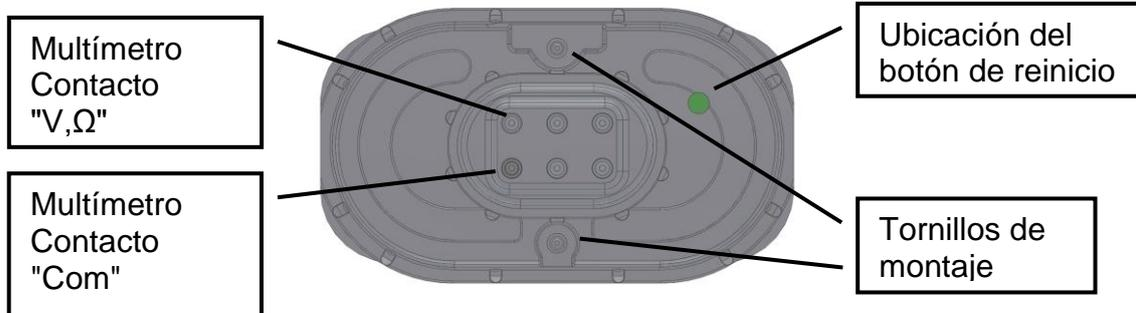

Figura 5-2: Vista inferior del paquete de pilas. Conexión correcta del multímetro.
- Pulsar el botón que hay en el paquete, véase Figura 5-2 (el botón se encuentra detrás de un orificio del paquete y se puede acceder a él con la punta de un
Medir la tensión del paquete de pilas conectando un multímetro a los terminales como se muestra en Figura 5-2. El voltaje nominal es +7,2 V. Los voltajes inferiores a +7,0 y superiores a +7,8 V no están permitidos. Comprobar la correcta dirección de las celdas de pilas, consultar Figura 5-3, si el voltaje medido está fuera del rango permitido.